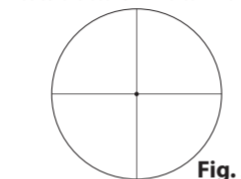
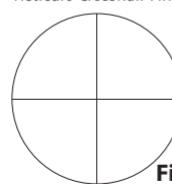
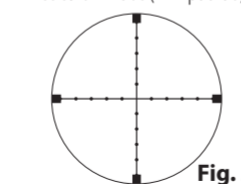

Fig. 3-3
Fig. 3-4
Fig. 3-6
(1) Focalização
- 1 Olhe através da ocular com o olho afastado cerca de 10 cm (4 pol.) para ver o retículo BDC (Fig. 3-1), o retículo Duplex (Fig. 3-2), o retículo Crosshair Fino com Ponto (Fig. 3-3), o retículo Crosshair Fino (Fig. 3-4), o retículo n.º 4 (Alemão 4) (Fig. 3-5) ou o retículo Mildot (MIL padrão) (Fig. 3-6). Certifique-se de que o olho está posicionado no alinhamento correto e com um alívio de olho (distância entre o olho e a ocular) adequado, caso contrário, a visualização “escurece”.